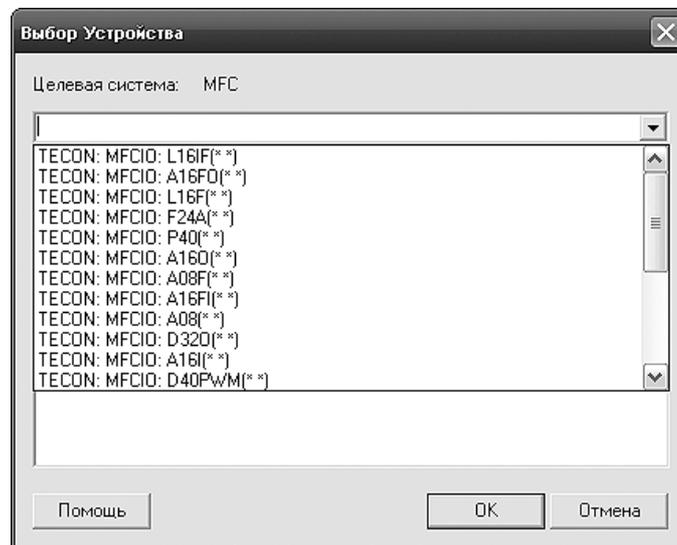
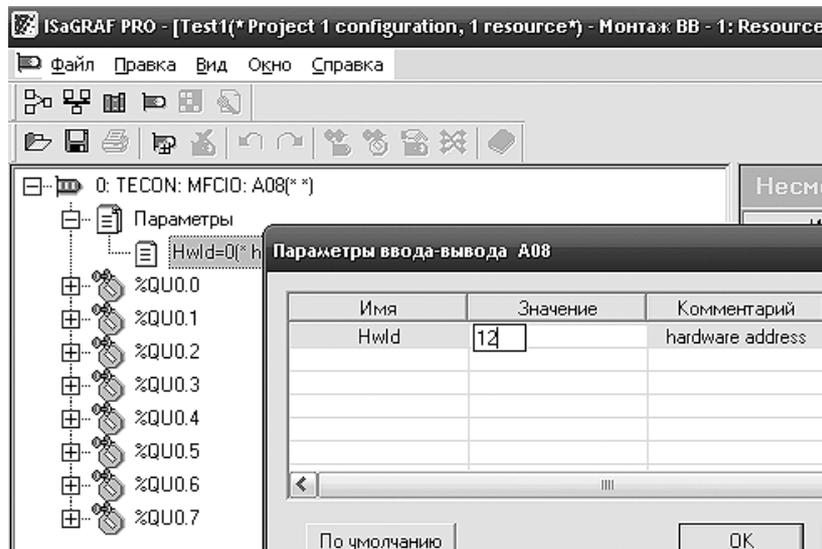

Рисунок 4.1 – Форма выбора драйвера ввода-вывода
Рисунок 4.2 – Установка адреса драйвера ввода-вывода
При разработке прикладного проекта в окне выбора устройств для каждого используемого в контроллере модуля УСО следует указать имя драйвера (см. рисунок 4.1), и параметр *HwId* (см. рисунок 4.2), определяющий адрес модуля ввода-вывода:
- имя драйвера (см. рисунок 4.1);